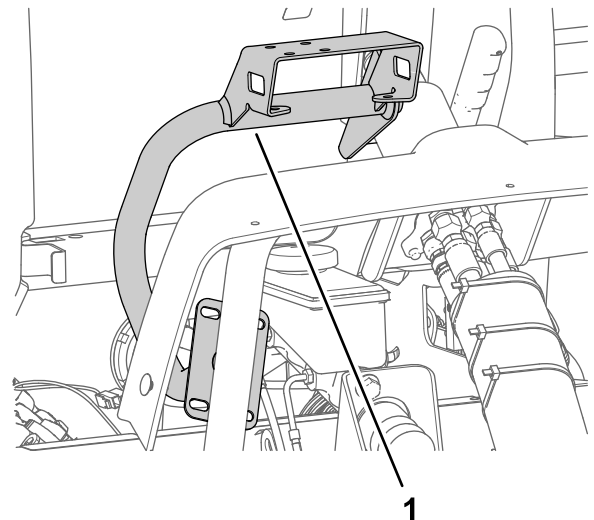

Figura 162
1. Alinee el soporte del monitor con la máquina según se muestra en Figura 162.